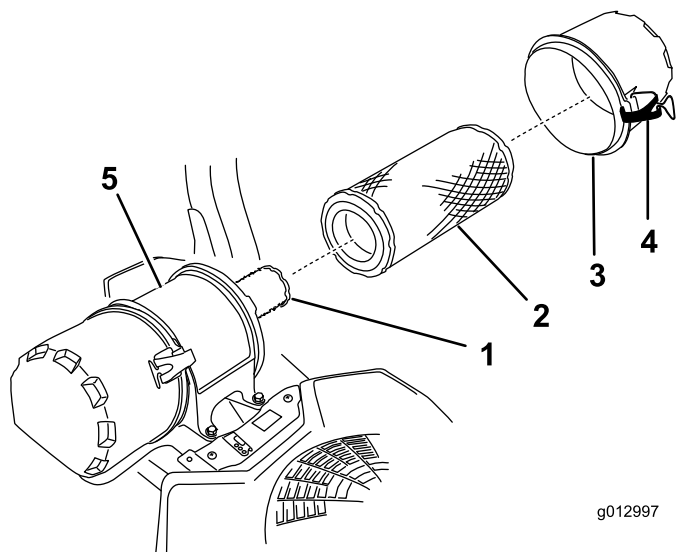

Figure 55
6. Ouvrez les dispositifs de verrouillage du filtre à air et détachez le couvercle du boîtier du filtre (Figure 55).
8. Sortez le préfiltre du boîtier du filtre avec précaution (Figure 55).
2. Si vous remplacez l'élément intérieur, insérez-le avec précaution dans le boîtier du filtre (Figure 55).
3. Placez ensuite le préfiltre sur l'élément de sécurité avec le même soin (Figure 55).
4. Remettez en place et verrouillez le couvercle du filtre à air (Figure 55).